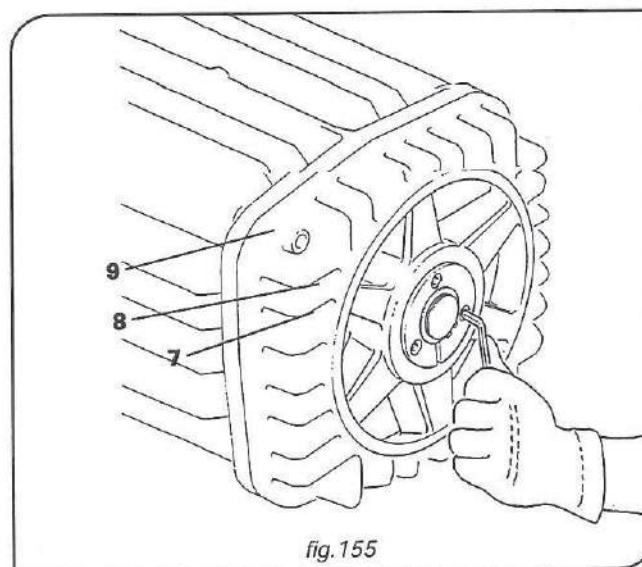

fig. 155
- Recolocar los tres tornillos -7- en la sede original del anillo tuerca -8- reapernándolo en la traba -9- (fig155).